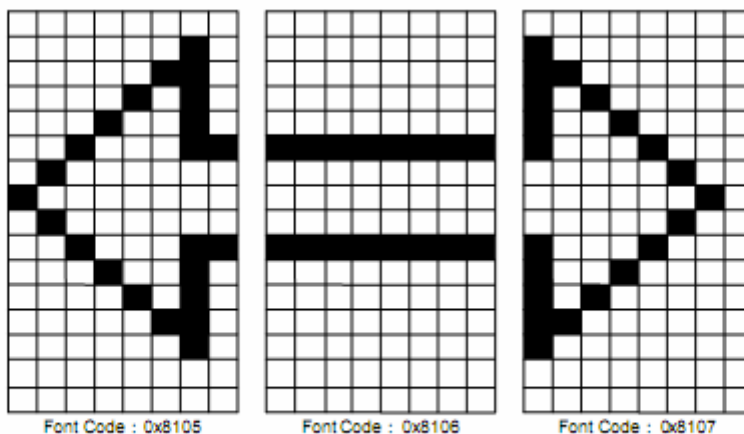

图 6-56：范例程序（4）使用的自创符号字型码
- ◆ 当数据写进DDRAM里的第一个地址为（0，0）时，此符号的字型码为 0x8000、0x8001 和 0x8002。如下方图 6-56 所示。
LCD_DataWrite(0x02);     // Show as 图 6-56